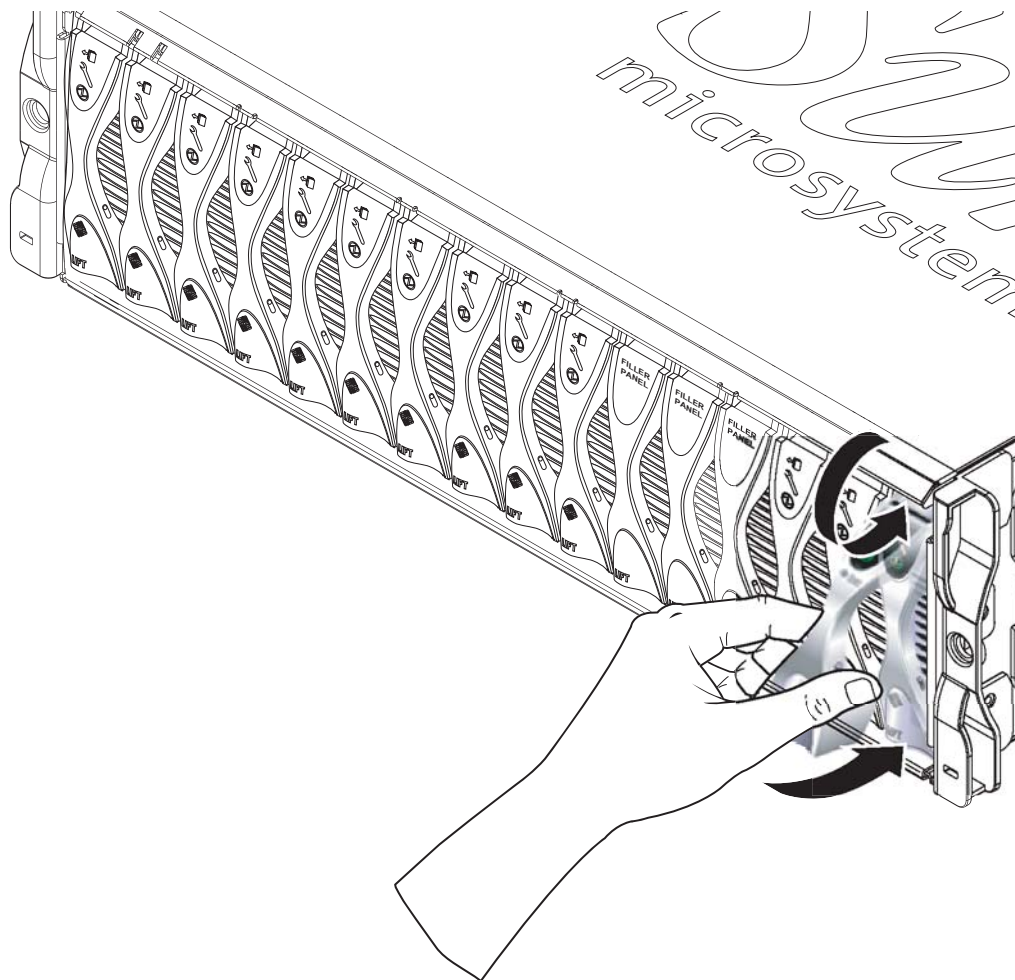

FIGURE 4-6 Fermeture du mécanisme du levier de la lame
6. Fermez totalement le levier de la lame en l'abaissant jusqu'à ce que vous sentiez le loquet se mettre en place. La lame est ainsi engagée dans le logement du châssis (FIGURE 4-6).